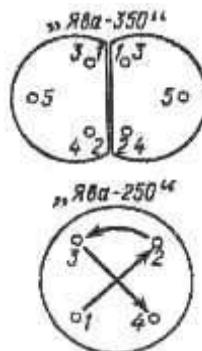

Рис. 97. Схема порядка затяжки гаек на шпильках цилиндров
4. Затянуть гайки на шпильках, при этом постепенно и равномерно увеличивая силу затяжки и соблюдая порядок затяжки у двигателя "Ява-350" согласно рис. 97.
У двигателя "Ява-250" затяжку гаек надо производить крест-накрест (см. рис. 97).